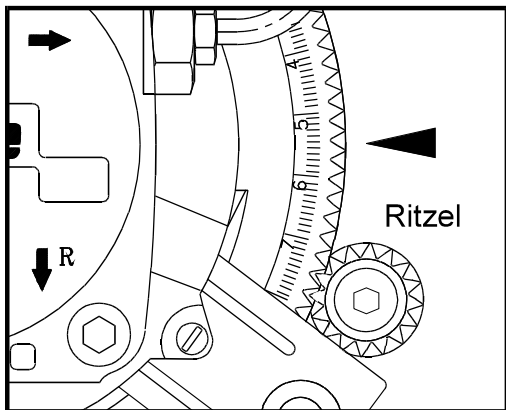

Bild 4
2. Veränderung der Gebläsekennlinie durch einstellbare Lufteinlaufdüse (siehe Bild 4). Vorteil: Der Ölbrenner arbeitet im optimalen steilen Bereich des Gebläses.
Mit dem Serviceschlüssel wird nach dem Lösen der Arretierschraube (Bild 5), über das Ritzel (Bild 4) die Brennerpressung im Gehäuse nach den Anhaltswerten (siehe Tabelle Seite 5) ohne Flamme voreingestellt.